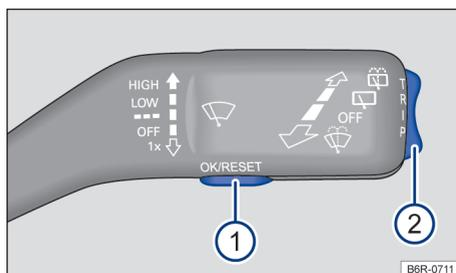

Fig. 17 Veículos sem volante multifunções: tecla  na alavanca dos limpadores dos vidros para confirmação dos itens de menu e chave  para alternar entre os menus.
- Se uma mensagem ou o pictograma do veículo forem exibidos, pressionar o botão **OK** (→ Fig. 17 ①).
- *Comando com a alavanca dos limpadores dos vidros:* manter a chave pressionada → Fig. 17 ②, ou pressionar por pelo menos dois segundos para cima ou para baixo. O menu principal é listado → Página 20.